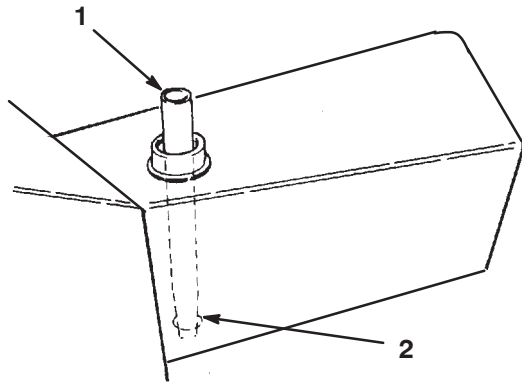

Figure 47
2. Si seul le filtre à besoin d'être changé, retirez le bouchon du réservoir et insérez l'obturateur du réservoir (Fig. 47) pour boucher l'ouverture. Cela maintiendra la plus grande partie du liquide dans le réservoir lorsque le filtre sera déposé.